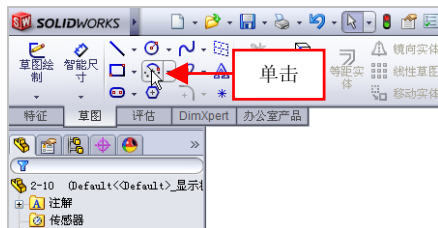

图 2-11 单击【圆弧/起/终点画弧】按钮
(2) 切换至【草图】选项卡，单击【圆心/起/终点画弧】按钮，如图 2-11 所示。